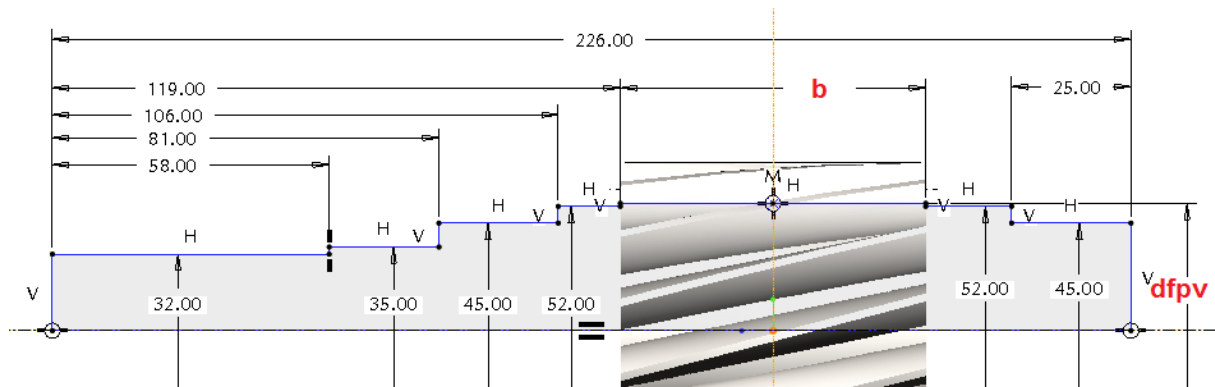

Abb. 2 Skizze Drehen Wellengrundkörper
- ▶  Drehen ▶ Skizzenebene: „E_TEILUNG“ ▶ Mittellinie definieren ▶ Rotationsquerschnitt skizzieren (Abb. 2) ▶ OK